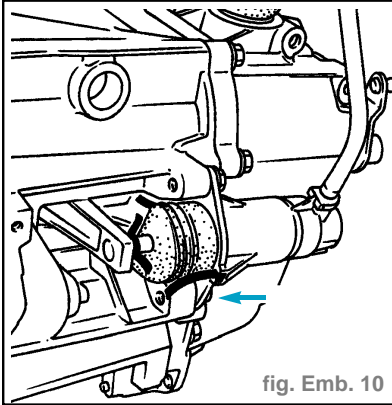

fig. Emb. 10
- la vis inférieure de fixation du récepteur et du tuyau sur boîte. (fig. Emb. 10)